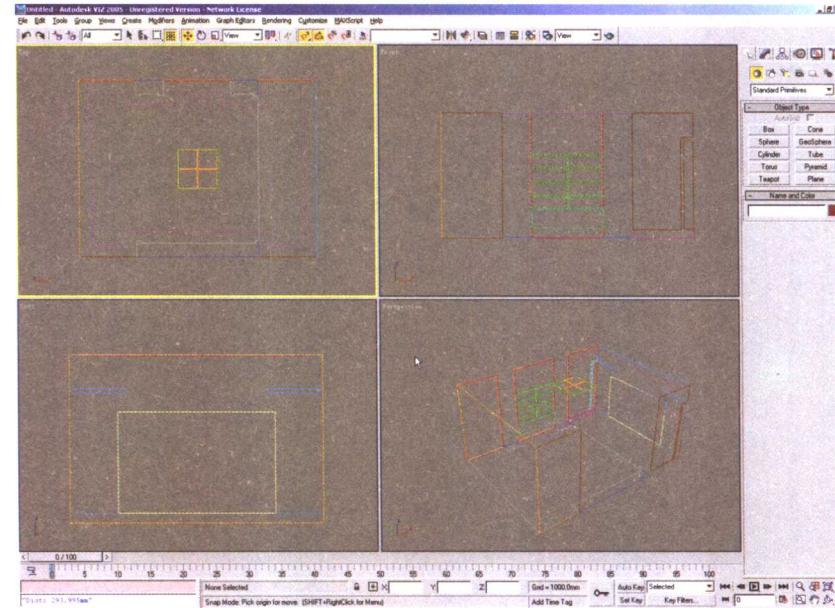

图 1-12 移动其他立面
(12) 以同样的方法移动其他三个立面图形，使其与平面图形的边界严密相交，如图 1-12 所示。